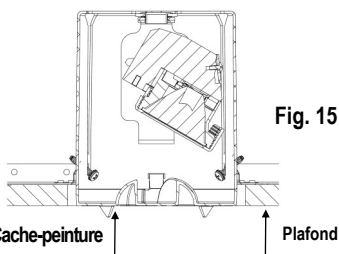

Fig. 15
5. Insérez le cache-peinture dans le luminaire et ajustez le luminaire jusqu'à ce qu'il soit au niveau du plafond fini (Fig. 15). Le cache-peinture est muni d'indicateurs de niveau. Serrez les vis avec un tournevis à travers les ouvertures (Fig. 16).